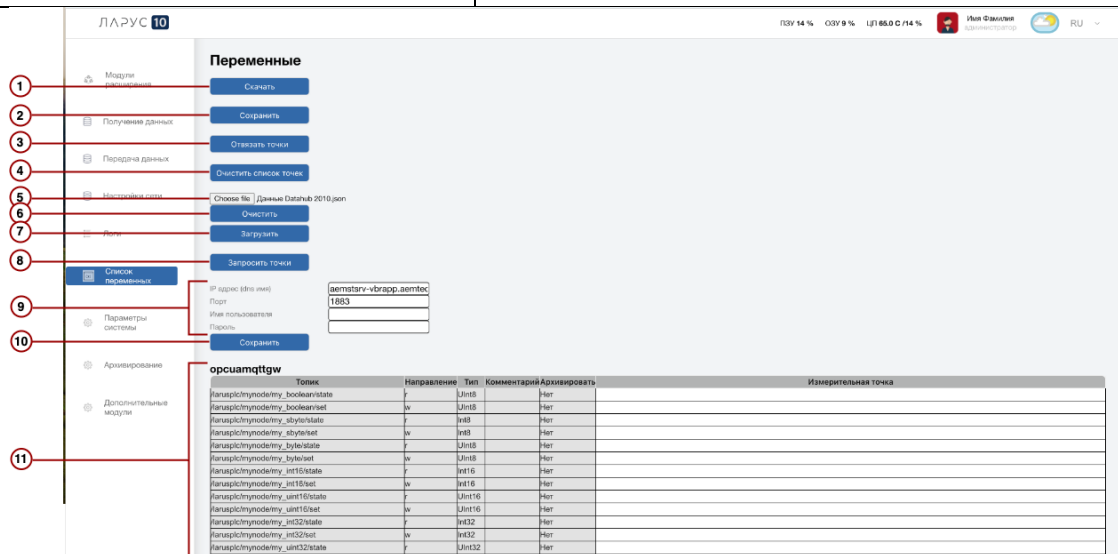

Рисунок 24 – Описание интерфейса страницы «Список переменных»
7. Нажмите «Выбор файла» (элемент 5 на Рисунок 24) и укажите загруженный JSON-файл.
Вариант 2: Запрос точек напрямую с сервера (элемент 8 на Рисунок 24).